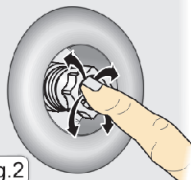

Fig.2
Le jet peut être orienté selon les préférences de chaque utilisateur. Il suffit de diriger sa rotule orientable en utilisant les doigts (Fig.2).
- S'introduire dans l'eau et appuyer sur le bouton de mise en marche (Fig.1). A l'aide de votre doigt, il vous est possible d'orienter le jet vers la partie du corps qui vous intéresse le plus (Fig.2).